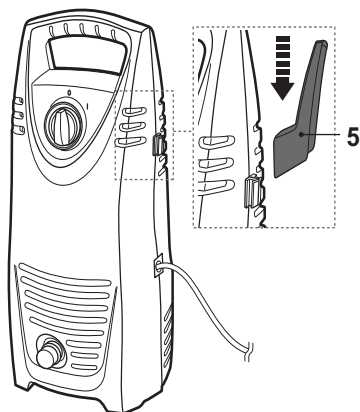

Рис. 1
- > Подсоедините держатель шланга (5) к изделию (Рис. 1).